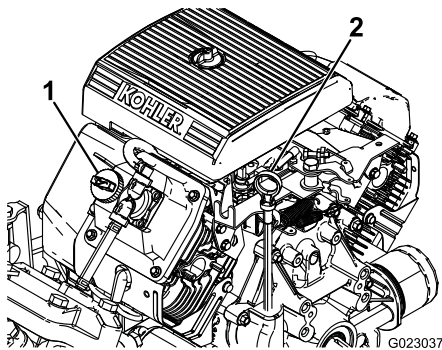

图42
2. 取出量油尺，用干净的抹布擦拭（图42）。将量油尺插入量油尺管道中，并确保它完全插入。取出量油尺并检查油位。
3. 如果机油油位较低，请从气门室盖（图42）上拆下加油颈盖，从开口处注入机油，直至油位达到量油尺上的“已满”标记。在此过程中应缓慢添加机油并不时检查油位。切勿过量添加。
8. 慢慢从加油颈（图42）注入规定油量的大约 80%。